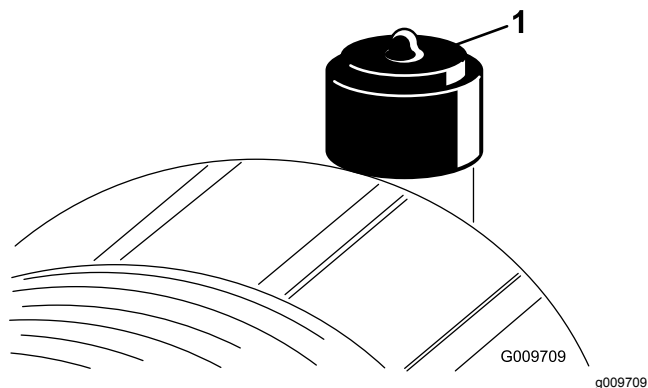

Figura 45
- Cambie el elemento del limpiador de aire si el indicador del limpiador de aire se ve rojo (Figura 45). No limpie demasiado el elemento del filtro de aire.